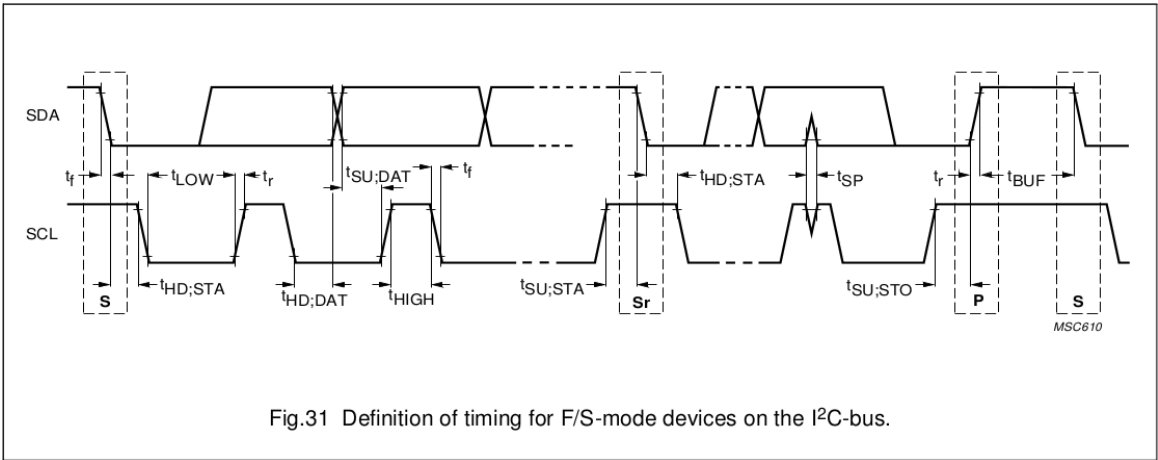

图 24.3-3. I2C 协议时序（引自 The I2C-bus specification Version 2.1 Fig.31）
- SCL 时钟控制器 SCL_FSM：用来产生满足 I2C 协议的 SCL 时钟。图 24.3-3 和表 24.3-1 是 I2C 协议的时序图和对应的参数表。